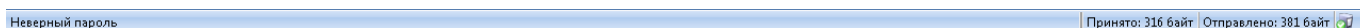

Рис.7.7.6. Панель состояния «Неверный пароль».
5. «**Неверный пароль**» - сообщение отображается в левой части панели состояния, после неверного или ошибочного ввода пароля в окно «Авторизации пользователя» при загрузке АРМ «Легион-2», рисунок 7.7.6.